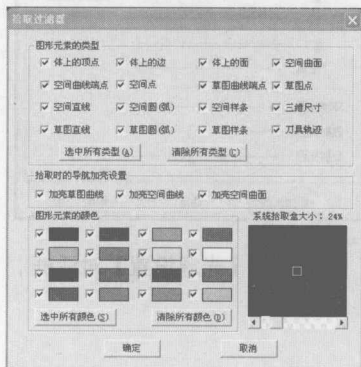

图 1.11 【拾取过滤器】对话框
选择【设置】|【拾取过滤设置】命令(或单击标准工具栏上的拾取过滤设置图标)，系统弹出【拾取过滤器】对话框，如图 1.11 所示。拾取过滤设置主要包含 4 个方面的内容：①图形元素的类型；②拾取时的导航加亮设置；③图形元素的颜色；④系统拾取盒的大小。如果要对①、②、③项的内容进行设置，只需选中或取消选中对应的复选框即可。如要对第④项进行设置，需拖动对话框下方的滚动条。设置好各项参数后单击【确定】按钮。